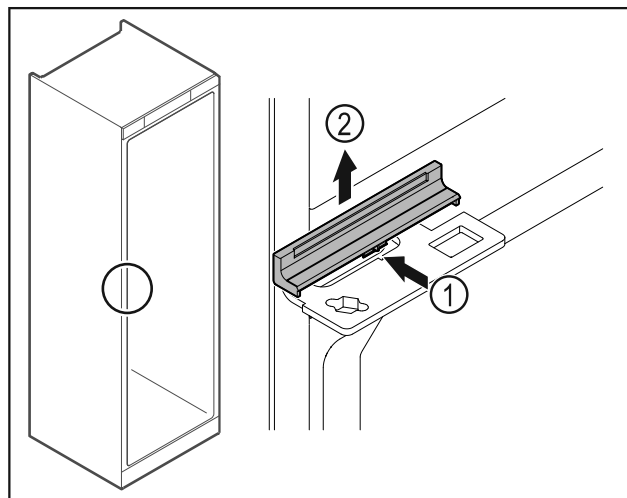

Fig. 47
- ▶ Osłonę Fig. 47 (1) należy lekko docisnąć po środku i wyciągnąć do góry Fig. 47 (2).